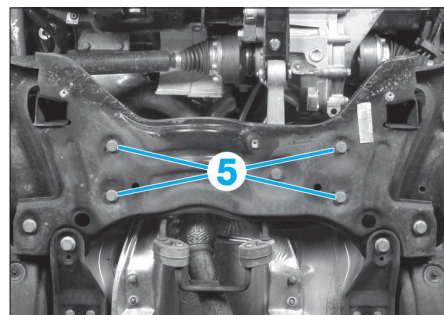

FIG. 22
- Déposer les vis (5) (Fig.22).